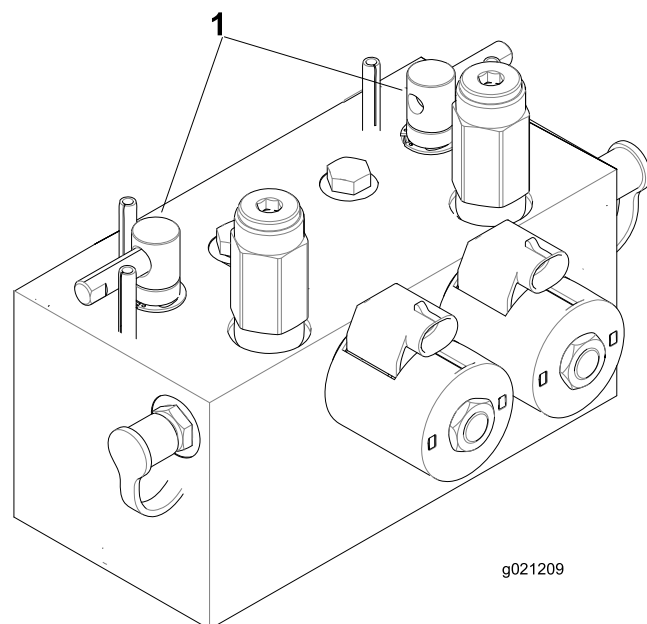

Figura 107
2. Desbloqueie e levante o banco para expor as alavancas de retificação (Figura 107).
5. Selecione as alavancas de retificação dianteiras, traseiras ou ambas para determinar quais as unidades a retificar (Figura 107).